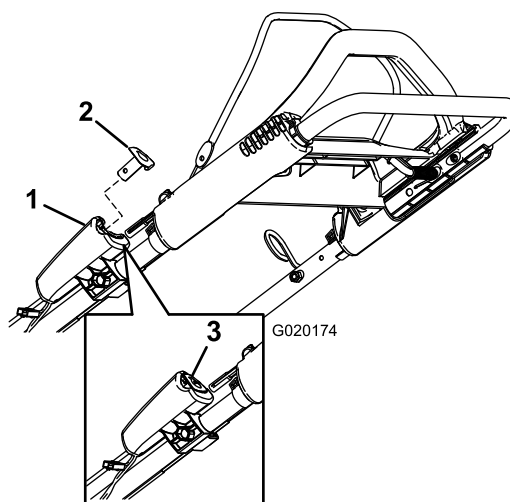
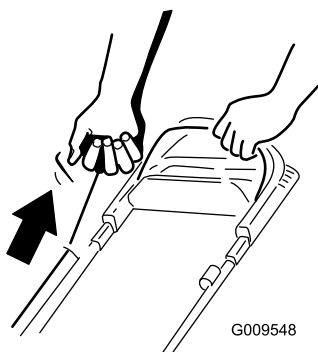

Figure 13
Figure 14
2. Appuyez sur le bouton de démarrage électrique (modèle à démarreur électrique uniquement; voir Figure 13) ou tirez la poignée du lanceur (Figure 14).
Remarque: Si le bouton de démarrage électrique a été retiré, insérez-le dans le démarreur électrique; voir Figure 13 (modèle à démarreur électrique uniquement).
(Figure 14). Laissez le lanceur se rétracter lentement jusqu'à la poignée.